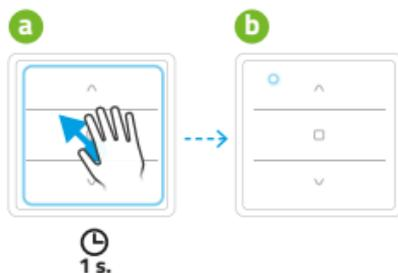

fig.9.3
2. L'activation en appuyant avec le doigt dans le champ du bouton de commande. Dans ce mode, les canaux qui ont été gérés lors de la dernière session avant le mode veille seront activés sur l'écran. La télécommande attend une commande pour ces canaux ou une sélection d'autres canaux - **fig. 9.3**.